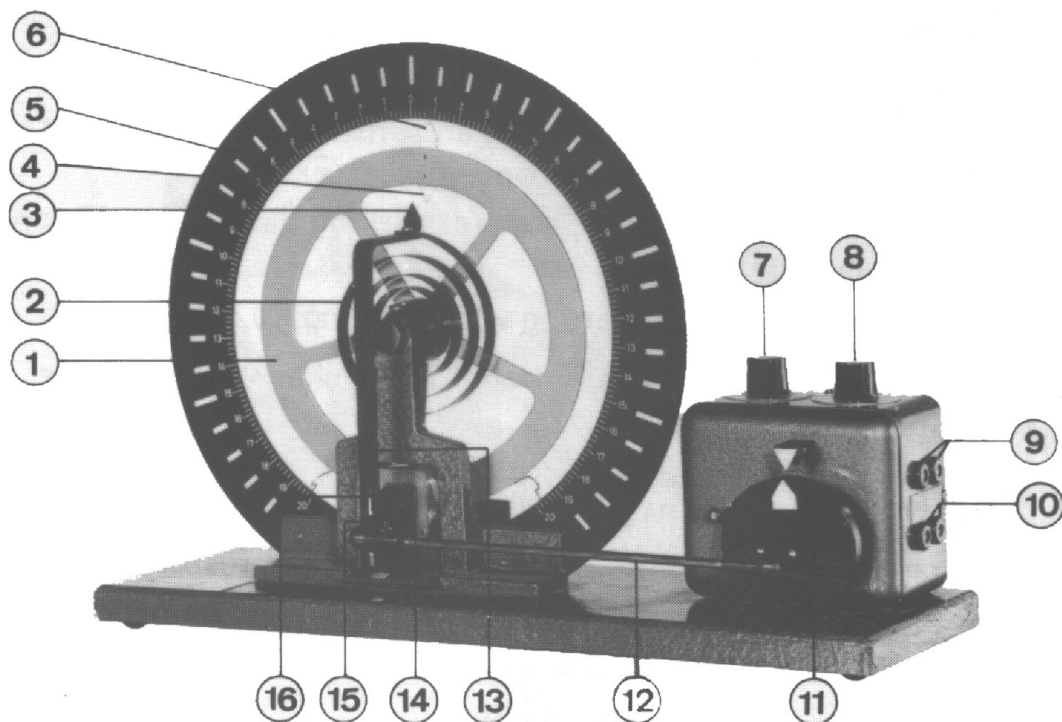

Abbildung 102.1: Pohlsches Drehpendel
Die wesentlichen Komponenten der Versuchsanordnung sind in Abb. 102.1 beschrieben. Das Schwingsystem kann durch ein periodisches, äußeres Drehmoment zu Schwingungen angeregt werden. Dieses Drehmoment wird von einem Motor (13) (mit einstellbarer Frequenz ν) über einen Exzenter (11) und ein Gestänge (12), das an einem Ende der Schnecken (2) angreift, erzeugt: dieses zusätzliche Drehmoment variiert kosinusförmig: